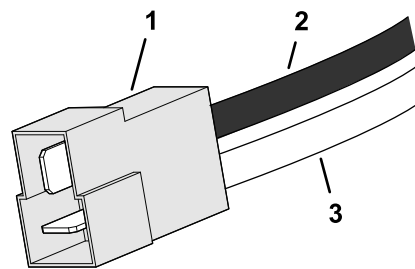

Bild 22
3. Stecken Sie die rote Kabelklemme und die schwarze Kabelklemme in das Steckergehäuse, wie in Bild 22 abgebildet.